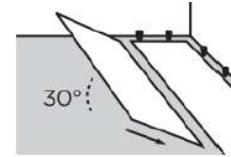

Bild 3
- Placer den första plankan i den andra raden genom att vinkla den något uppåt och skjuta den framåt så att tungan går in i spåret på den första plankraden (**bild 3**). Skjut plankan åt vänster så att ändfogens kanter ligger i linje.